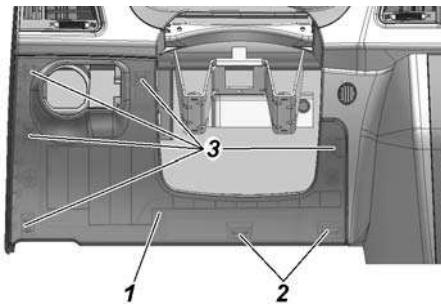

Рис. 9.29. Установка крышки блока реле и предохранителей :
- вывести из зацепления две защелки 2 (рис. 9.29) с обратной стороны крышки блока, расположенные в нижней ее части;